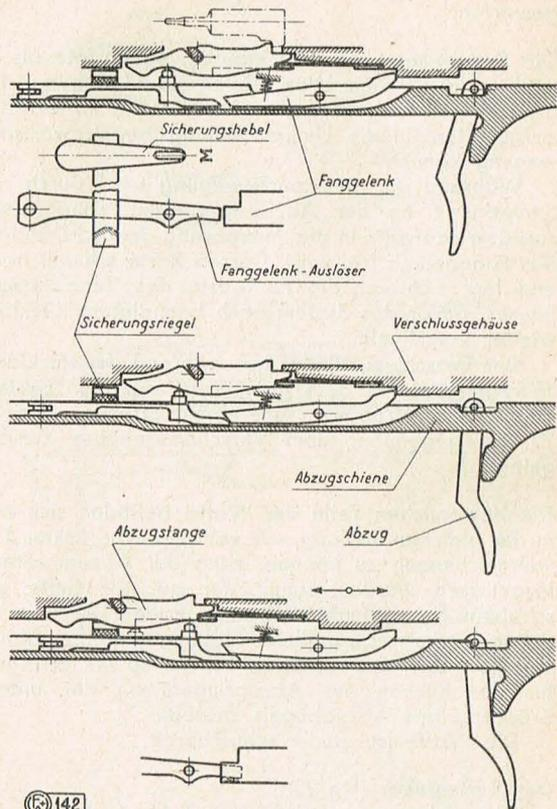

Fig. 22
25. **Das Serienfeuer** (Fig. 22):